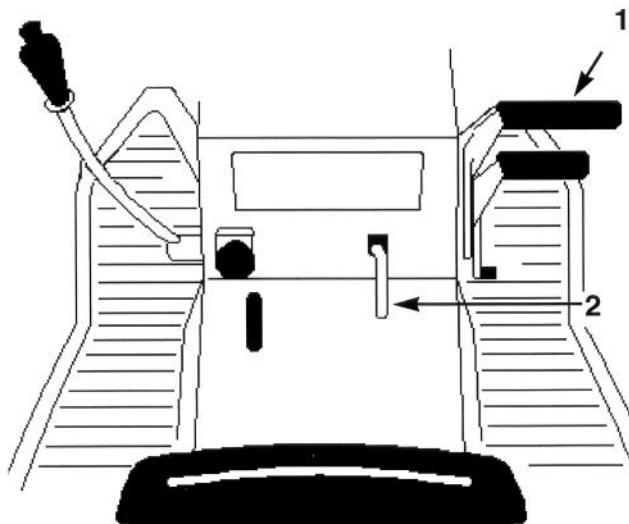

Bild 2
1. Das Kupplungs-/Bremspedal (Bild 2) durchdrücken und nach unten halten.
2. Den Feststellbremsshebel anheben (Bild 2) und den Fuß langsam vom Kupplungs-/Bremspedal nehmen. Das Kupplungs-/Bremspedal sollte in der durchgedrückten Position (gesperrt) bleiben.
1. Das Kupplungs-/Bremspedal durchdrücken (Bild 2). Der Feststellbremsshebel sollte sich jetzt lösen.